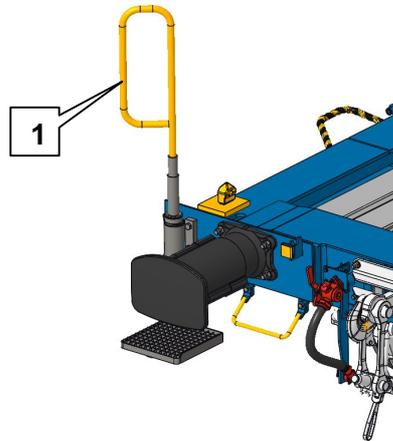

Abb. 4
Vor jeder Be- und Entladung ist es erforderlich, den Klappgriff (1) über dem linken Endtritt zuzuklappen (Abb. 4).
Nach der Beladung muss der Klappgriff (1) in die senkrechte Stellung aufgerichtet werden (Abb. 4). In dieser Stellung kann der Handgriff im höchsten Punkt einer Krafteinwirkung von max. 800 N standhalten.